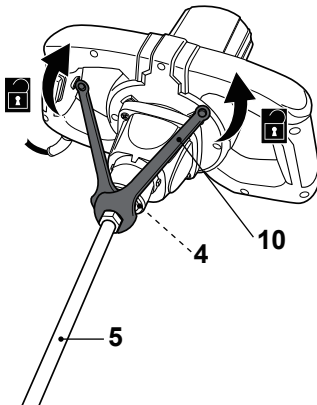

Fig. 5
>Bloquear la toma (4) con una llave de montaje (10) y aflojar la varilla (5) en el sentido contrario de las agujas del reloj con otra llave de montaje (10) agarrando la tuerca soldada (Fig. 5).